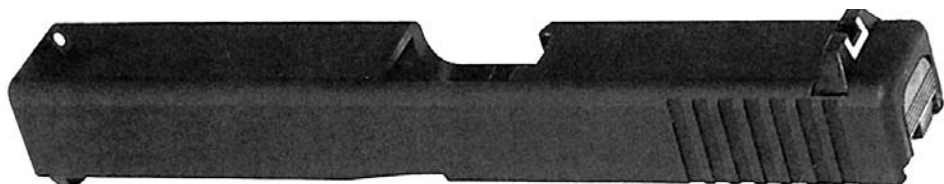
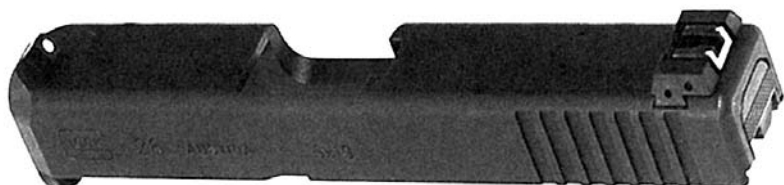

Fig. 1
Fig. 2
Questi consistono in una tacca di mira (16) e in un mirino (16a) nei quali sono inseriti degli elementi di contrasto di colore bianco. La tacca di mira fissa (Fig. 1) può essere regolata spostandola orizzontalmente (20 - 40cm\* su 25m) ed in altezza per sostituzione dei pezzi (4 differenti altezze disponibili, 20 - 30cm\* su 25m). La tacca di mira regolabile (Fig.2) può essere regolata in altezza (circa 20cm\* su 25m) ed in deriva (circa 35cm\* su 25m) mediante un cacciavite.